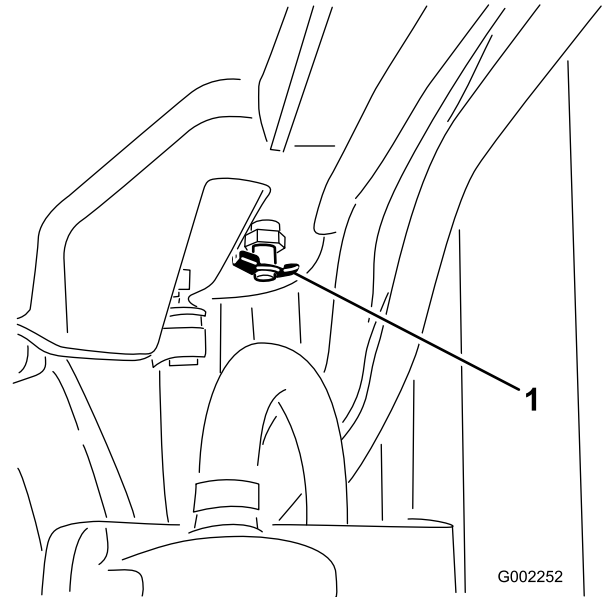

Figure 82
4. Ouvrez le robinet de vidange et vidangez le liquide de refroidissement dans le bac (Figure 82).
5. Fermez le robinet de vidange (Figure 82).